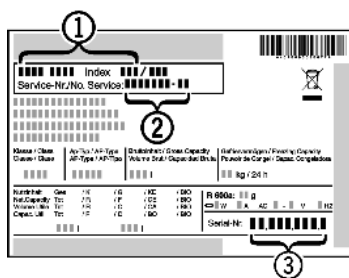

Fig. 54
▶ Leggere la denominazione dell'apparecchio Fig. 54 (1), il numero di assistenza Fig. 54 (2) e il numero di serie Fig. 54 (3) dalla targhetta identificativa. La targhetta identificativa è situata all'interno dell'apparecchio, sul lato sinistro